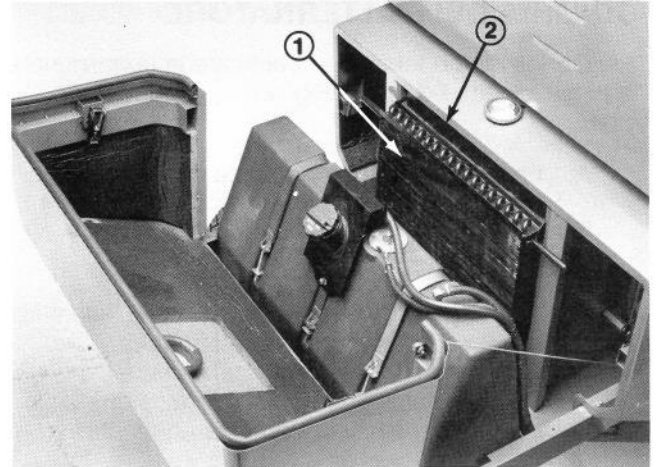

**Fig. 37**
**2. Sostituzione del filtro del carburante** – Sostituire il filtro se il flusso di carburante è ostruito, oppure dopo ogni 500 ore di esercizio, o una volta l'anno, scegliendo il periodo più breve. Per sostituirlo, staccare i connettori e svitare lo sbocco di spurgo e la guarnizione toroidale (Fig. 37). Svitare il filtro e sostituirlo con un nuovo filtro Toro (Fig. 37). Montare il tappo di spurgo e la guarnizione toroidale. Riunire i connettori.